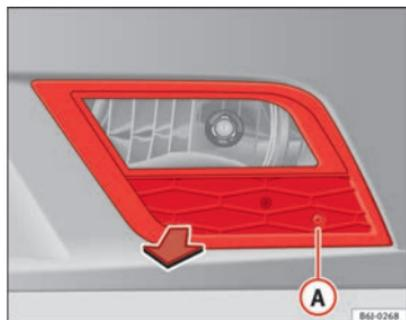

Fig. 160 Projecteur antibrouillard
- Retirez la vis ⇒ fig. 160 **A** de la grille du projecteur antibrouillard à l'aide d'un tournevis.